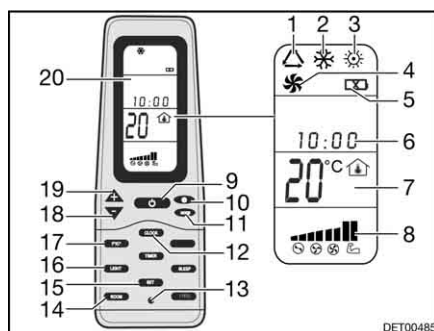

Fig. 198 Télécommande
- Appuyer sur la touche ON/OFF (Fig. 198,9).
- Appuyer sur la touche "Mode" (Fig. 198,11) autant de fois que nécessaire pour que le mode de fonctionnement souhaité (Fig. 198,1, 2, 3 ou 4) s'affiche à l'écran (Fig. 198,20).
- Régler la température désirée à l'aide des touches "+" (Fig. 198,19) et "-" (Fig. 198,18).
- Sélectionner le niveau de ventilation souhaité à l'aide de la touche de vitesse du ventilateur (Fig. 198,10).